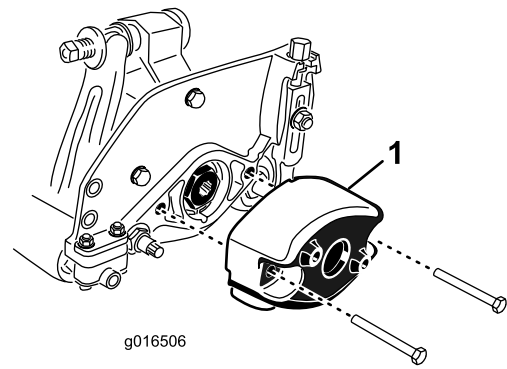

Figure 9
1. Retirez les 2 boulons de fixation du contrepoids à l'extrémité gauche du plateau de coupe. Déposez le contrepoids (Figure 9).
5. Sur le côté droit du plateau de coupe, enduisez le joint torique d'une fine couche d'huile et posez le contrepoids avec les boulons retirés précédemment (Figure 9). Serrez les boulons à un couple de 16 à 20 N·m (12 à 15 ft-lb).